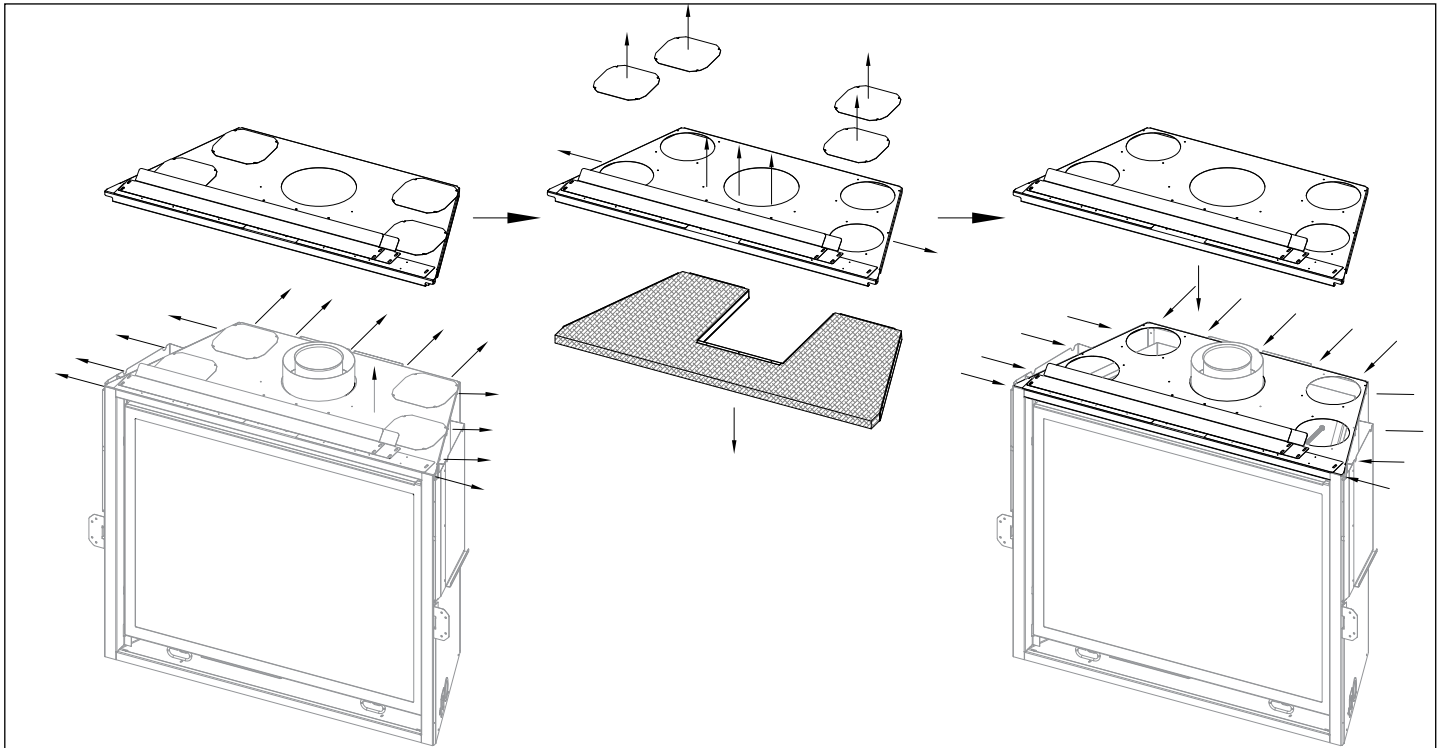
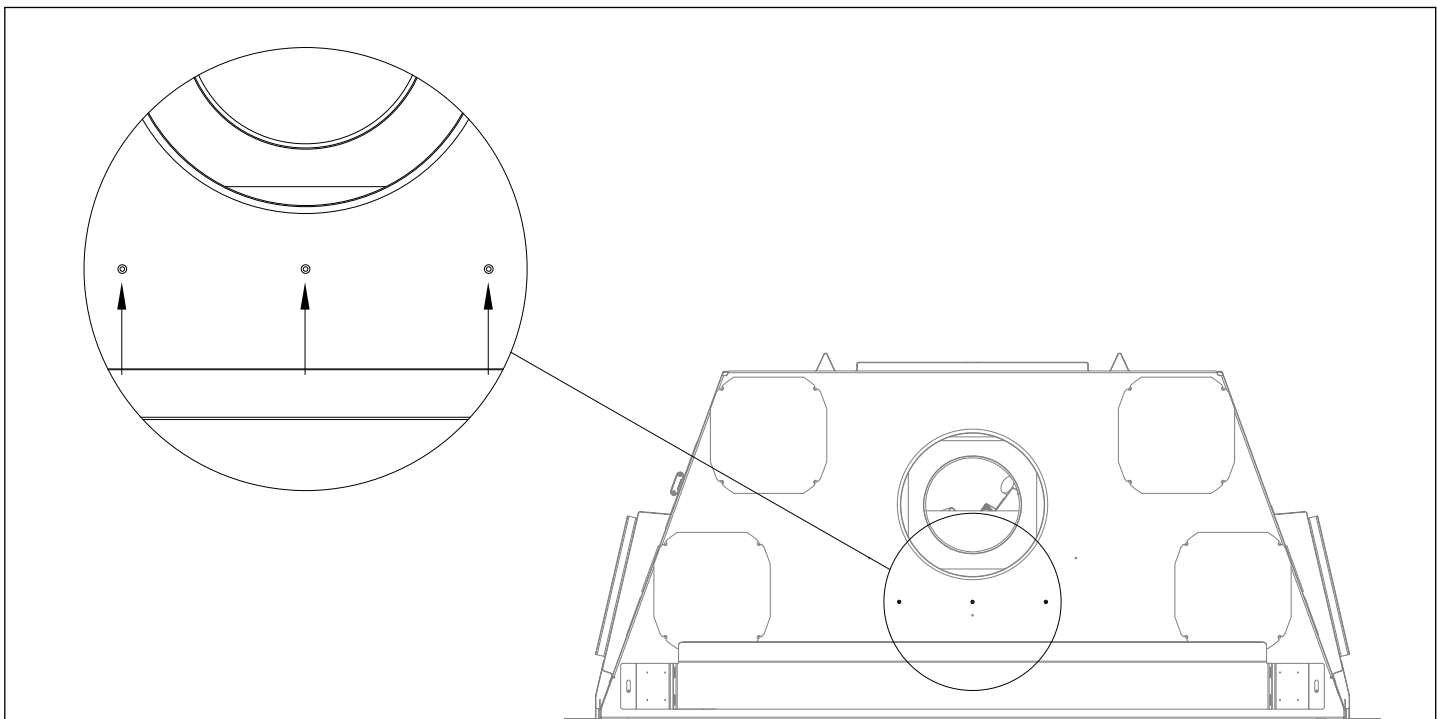

Figure 4.1 - Retrait de la plaque du dessus et de l'isolant
Figure 4.2 - Vis près de la buse d'évacuation
- Les plaques de convection de l'appareil et l'isolant doivent être retirés pour l'installation du kit Komfort Zone, tel que montré aux Figures 4.1 et 4.2.
1. Retirez les (13) vis à métal qui retiennent la plaque du dessus du foyer. En tirant bien droit vers le haut, retirez complètement du foyer la plaque du dessus qui entoure la buse d'évacuation. Voir la première image de la Figure 4.1.
2. Retirez les (4) plaques-couvercles qui sont retenues par (4) vis à métal. Voir la deuxième image de la Figure 4.1. Jetez les plaques-couvercles (ou mettez-les de côté pour en disposer).
3. Retirez les (3) vis à métal du dessus du foyer (voir la vue détaillée de la Figure 4.2) et les (2) vis à métal sur le côté de cette même pièce (une vis de chaque côté, tel que montré dans la deuxième image de la Figure 4.1). Vous pouvez maintenant séparer les deux sections de la plaque du dessus du foyer. Retirez et jetez l'isolant et la section inférieure de la plaque du dessus du foyer.
4. Réinstallez la plaque du dessus sur le foyer, avec les (13) vis à métal retirées précédemment